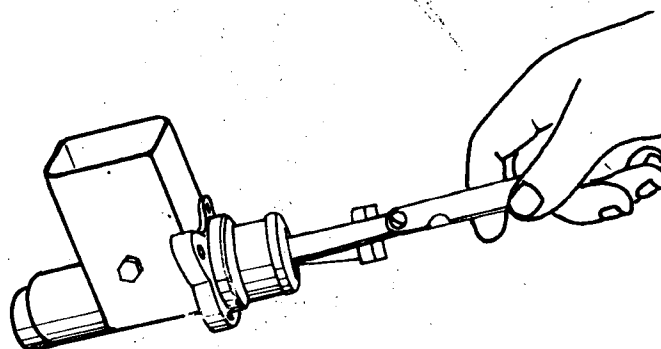

Fig. 2
- c Meça a folga entre o êmbolo e o cilindro, de acordo com as especificações do fabricante (fig. 2).